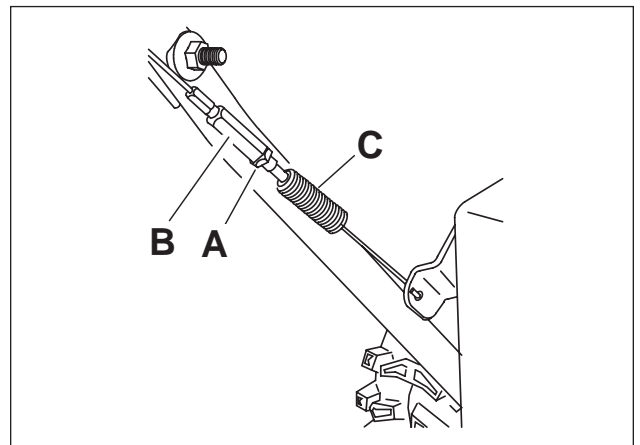

Fig. 010
3. Tighten the jam nut (Fig. 010).